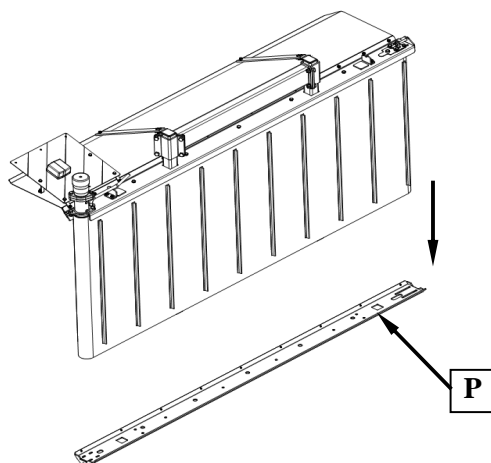
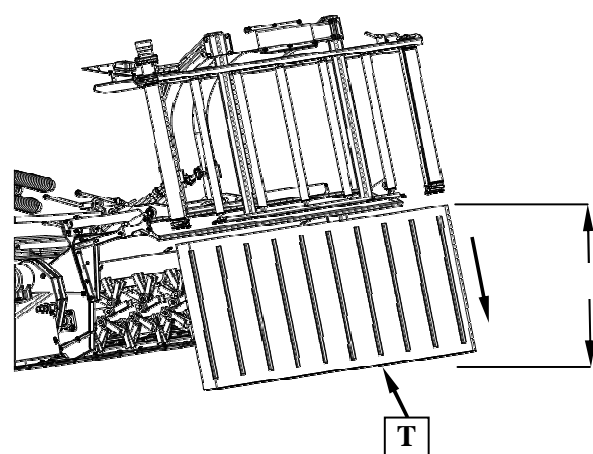

Abb. 45.
Abb. 46.
2. Vorderen Gurt im unteren Bereich der Querförderbänder abnehmen (Abb. 45). Abnehmen – das Transportband herausziehen (Abb. 46).